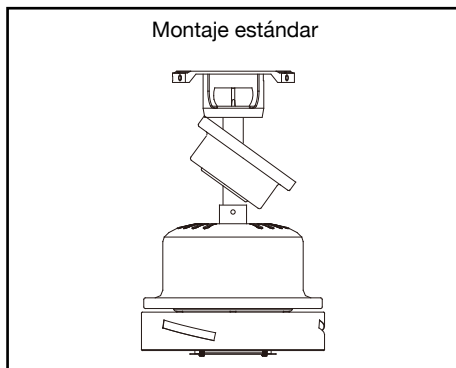

Figura 8
4. Con cuidado alza el conjunto del ventilador hasta la placa de montaje en el techo. Asegúrate de que la pestaña sobre la placa de montaje encaje bien en la ranura de la esfera de soporte. (Figura 8)